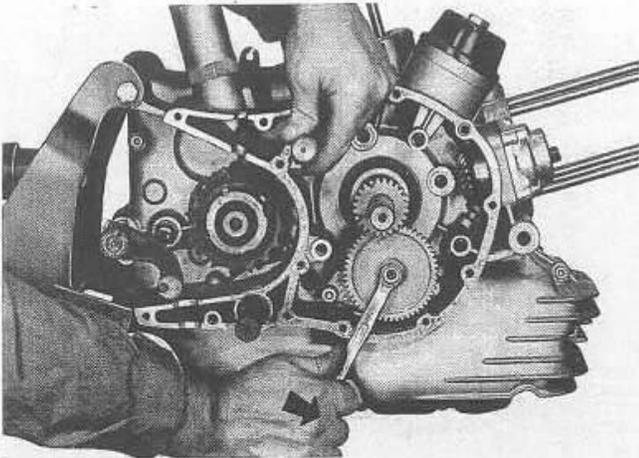

Fig. 30
- 2) Infilare una spina di \varnothing 14 mm nel foro del carter, come mostra la fig. 30, e farla entrare nel vano dell'imbiellaggio, questo per impedire al motore di ruotare.
- 2) Insert a pin of about 14 mm. in diameter in the crankcase hole, as shown in fig. 30, until it enters the crankshaft opening. This will prevent the engine from rotating.